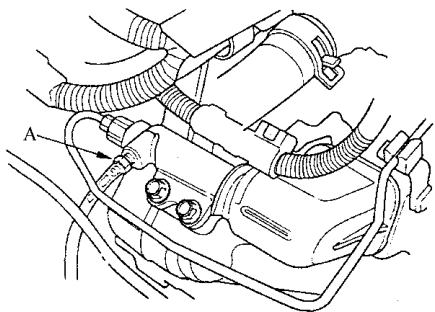

图 4-12 安装排放软管
① 如图 4-12 所示, 在排放螺钉上安装一根软管, 将制动液容器中的软管悬挂起来。
② 确认离合器主油缸内有足量的制动液, 然后将制动踏板缓缓地踩下, 直到排放软管内没有任何气泡为止。